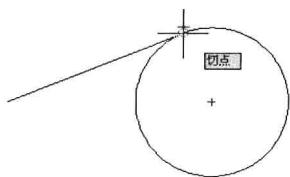

图 2-7-4
(6) 移动光标至圆周线上, 显示出切点捕捉标记, 如图2-7-4所示, 单击切点, 按Enter键, 圆的切线绘制完成。